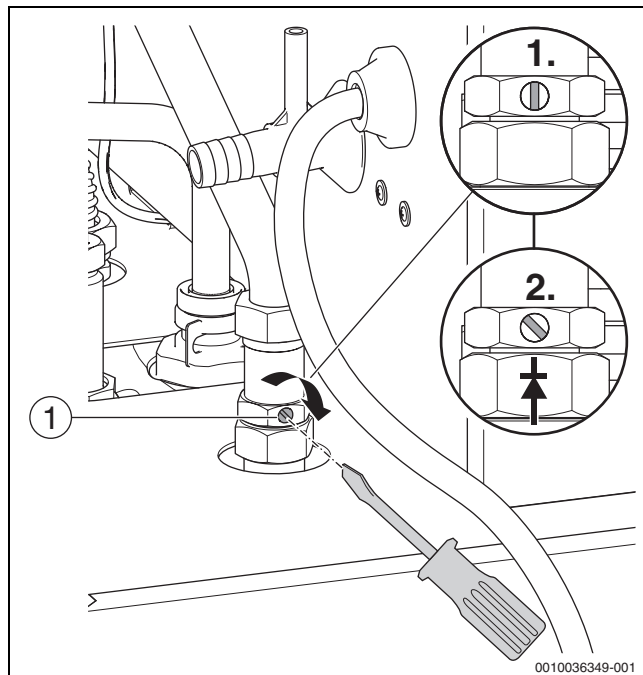

Bild 28 Rückschlagventil manuell öffnen ([1.] = offen; [2.] = geschlossen)
- Mit einem Schraubendreher die Schraube (→ Bild 28, [1]) in Mittelstellung (senkrecht = offen) bringen [1.].